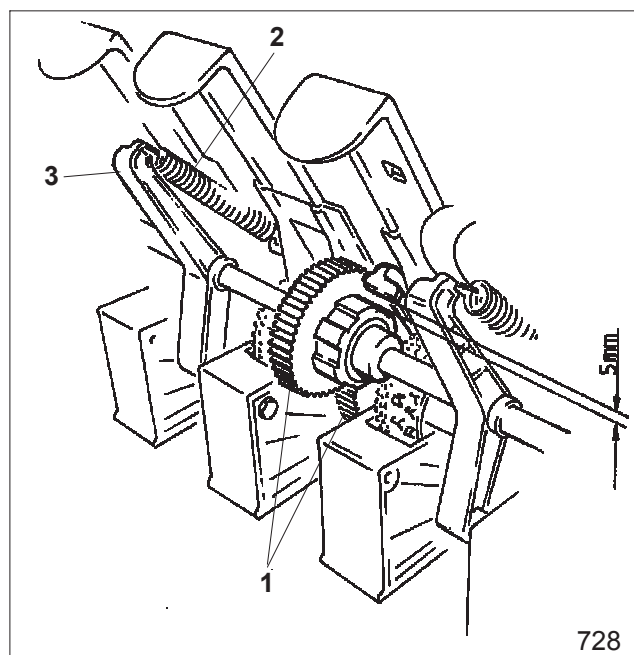

Рис. 18.31
- введите в зацепление шестерни (рис. 18.31/1) промежуточного и высевающего валов;
- закрепите натяжные пружины (рис. 18.31/2) на поворотных опорах (рис. 18.31/3);